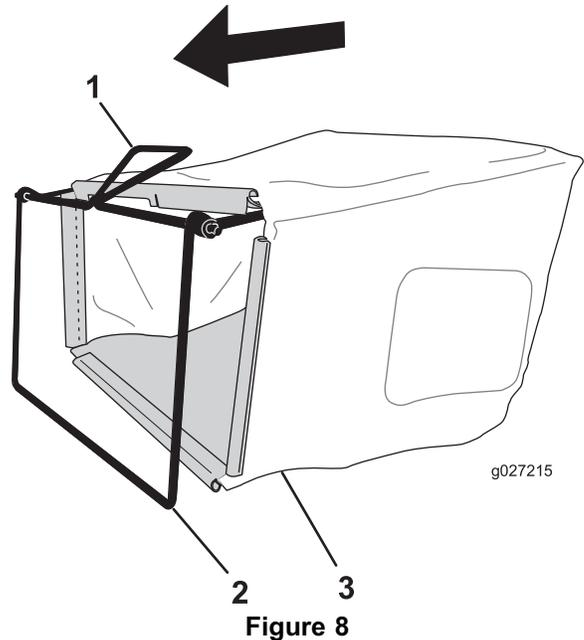

Figure 8
1. Glissez le bac sur l'armature, comme montré à la Figure 8.
**Remarque:** Ne passez pas le bac par dessus la poignée (Figure 8).